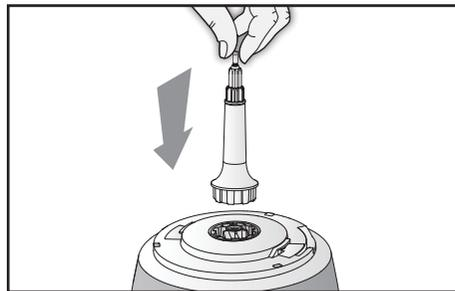

Fig. 2
**ATTENZIONE:** Prima di pulire l'apparecchio e di installare o rimuovere accessori, assicurarsi che sia scollegato dalla rete elettrica e che la manopola di funzionamento (A) sia su "0".
- Inserire il perno motore (C) nell'apposito alloggiamento sul corpo motore (B) (Fig. 2).